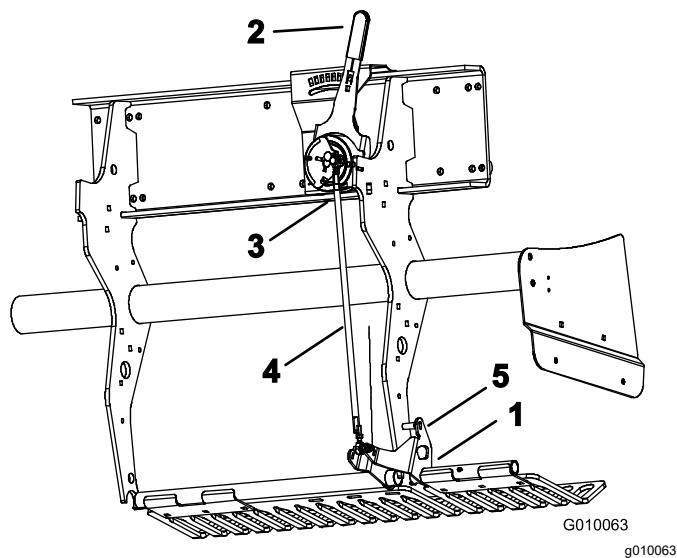

Figura 60
2. Gire el soporte de montaje del protector de césped izquierdo (Figura 60) hacia arriba, hasta que pueda introducir un pasador de bloqueo, como por ejemplo una broca o un perno de 8 mm entre el soporte y el tubo de ajuste de profundidad que está soldado al bastidor.
3. Mueva la palanca de profundidad de aireación (Figura 60) al ajuste H (mayor profundidad).
4. Desconecte el interruptor de bola externo (Figura 60) del arnés de cables (interruptor de cabezal bajado).
5. Afloje las contratuercas (izquierda y derecha) de la biela de ajuste de profundidad (Figura 60).